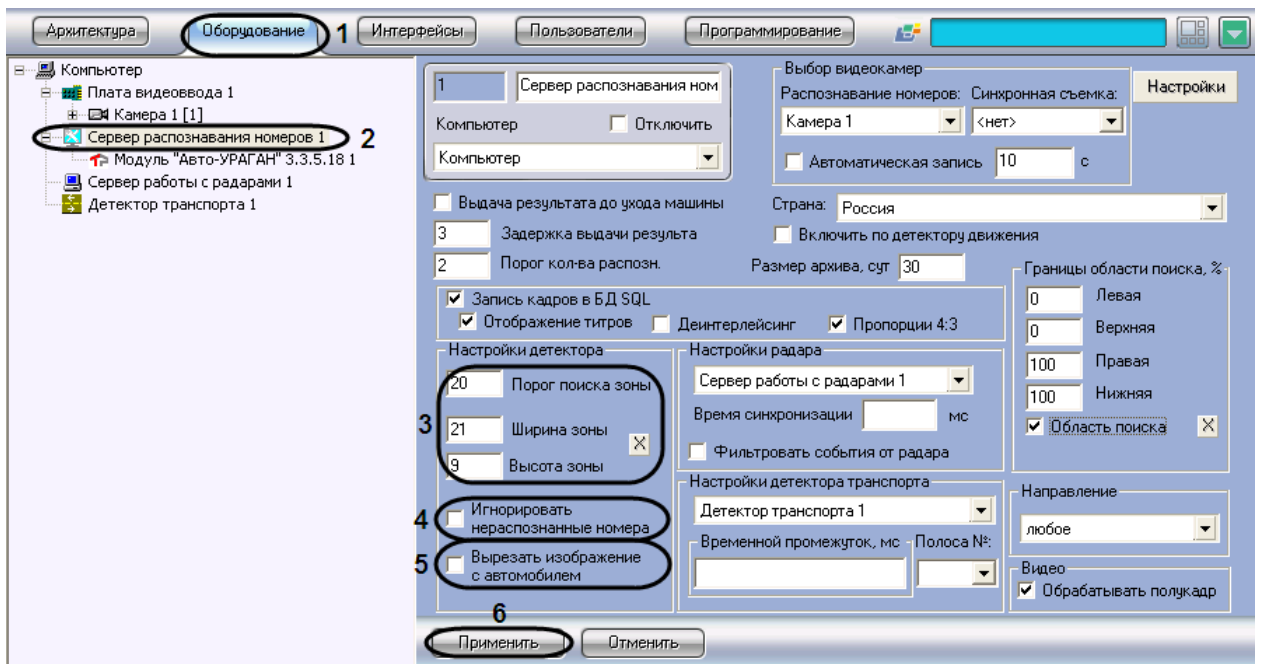

Рис. 7.2—25. Настройка детектора
2. В дереве объектов на вкладке «Оборудование» выбрать объект «Сервер распознавания номеров», соответствующий активированному программному модулю «Авто-УРАГАН 3.3.5.18» (см. раздел «Активация программного модуля, используемого для распознавания номеров», Рис. 7.2—25, 2). В правой части вкладки «Оборудование» отобразится панель настройки выбранного объекта
3. Задать параметр «Порог поиска зоны» (см. Рис. 7.2—25, 3).